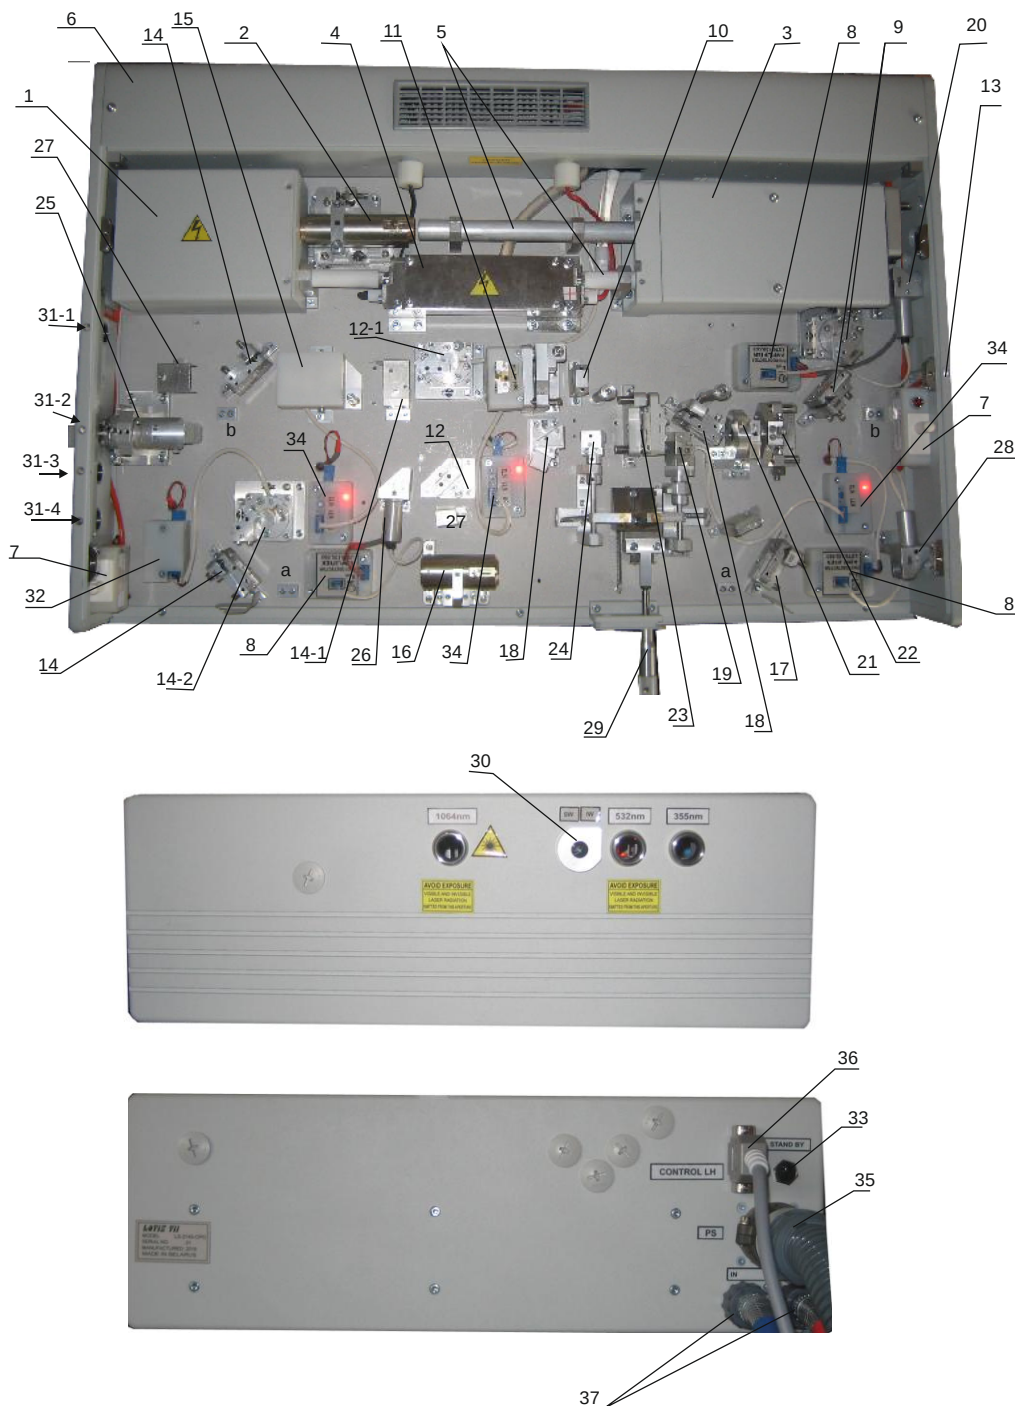
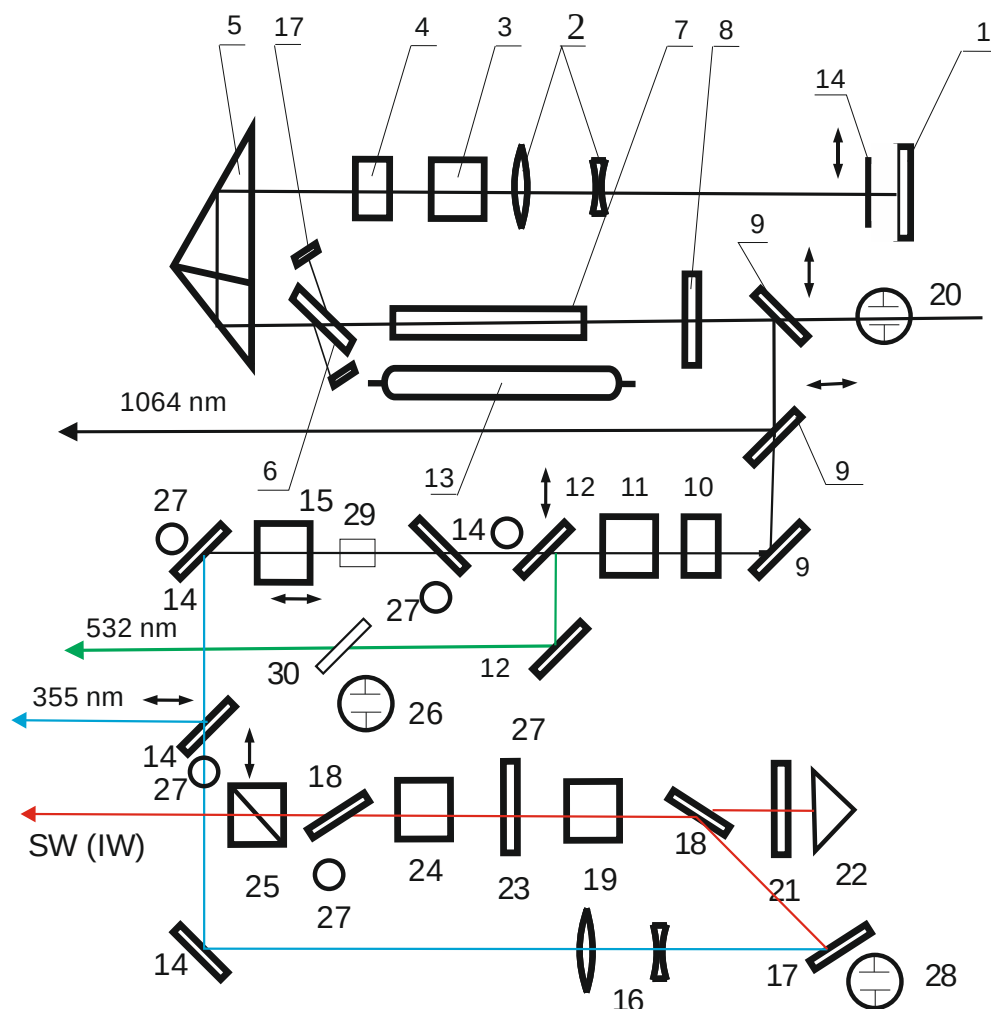

Рис.2. Лазерный излучатель:
Рис.3. Оптическая схема излучателя:
Излучатель важная часть лазера, в которой проходит преобразование электрической энергии накачки в световую энергию лазерного излучения. В лазере LS-2145-ОРО излучатель установлен в БИ - рис.2. вместе с модулем электроники, включающем поджиг импульсной лампы и управление ЭОЗ, а также ОРО преобразователем на кристалле ВВО. Такое конструктивное решение позволило отказаться от высоковольтных разъемов между БИ и БП, упростить лазер и повысить его безопасность и кроме того не требует дополнительной ориентации. АИГ:Nd³⁺ лазера и ОРО
4.2.1. Оптическая схема лазерного излучателя представлена на рис.3. Резонатор лазера - "сломанный" - образован триппель-призмой (5), "глухим" зеркалом (8) и выходным (1). Благодаря известному свойству триппель-призмы не менять направления отраженного света при отклонениях оси призмы от направления падающего излучения, делает данный резонатор, в отличие от линейного, практически нечувствительным к механическим деформациям. Модуляция добротности резонатора лазера производится ЭОЗ, состоящим из ЭО кристалла KD*P (3) и тонкопленочного поляризатора (6). Поляризатор устанавливается так, что угол падения генерируемого излучения составляет $\sim 54-58^\circ$, при этом поляризатор пропускает только "Р" поляризацию излучения. Оптическая ось ЭО кристалла направлена вдоль оси резонатора, а кристаллографические оси X и Z совпадают с направлениями "Р" и "S" поляризаций, определяемыми ориентацией поляризатора. Работа затвора происходит следующим образом: к кристаллу KD*P прикладывается постоянное напряжение ($U_{\lambda/4}$), обеспечивающее за счет ЭО эффекта в кристалле превращение линейно-поляризованного излучения, падающего на KD*P в циркулярно-поляризованное после прохождения кристалла. Отразившись от зеркала (1) и вторично пройдя через KD*P, излучение становится линейно-поляризованным с "S" поляризацией. "S" поляризация отражается от поляризатора и не возвращается в резонатор. Таким образом, потери в резонаторе велики и генерация отсутствует. В момент достижения в АЭ наибольшей инверсии на затвор подается импульсное напряжение равное по величине, но противоположное по полярности постоянному $U_{\lambda/4}$, при этом изменения поляризации излучения в затворе не происходит; добротность резонатора резко возрастает и лазер генерирует "гигантский" импульс. Вращатель (4) служит для компенсации поворота плоскости поляризации триппель-призмой (5). Внутррезонаторный телескоп (2) рис.3 выполняет две функции: 1) обеспечивает компенсацию тепловой линзы АЭ; 2) производит модовую селекцию, уменьшая тем самым расходимость лазерного излучения.
4.2.2. Фотоиндикаторы (20,26,28,рис.3.) позволяют осуществлять мониторинг энергии ОЧ (1064 нм), ВГ (532 нм) и ТГ (355 нм) в процессе эксплуатации лазера. Внутррезонаторная шторка (14) рис.3 служит для прерывания генерации без остановки работы лампы накачки. Излучение ОЧ выводится из излучателя автоматически с помощью поворотного зеркала (9-2) - рис.2.
4.2.3. Генерация ВГ. Преобразование излучения ОЧ в излучение ВГ осуществляется в кристалле КТР (11), вырезанном для преобразования по II типу скалярного (оео) синхронизма. Юстировка кристалла ВГ осуществляется микровинтом через отверстие SH в защитном кожухе БИ. Спектроделители (12, рис.3.) осуществляют разделение излучения ВГ
и ОЧ. Вращатель из оптически активного кварца (10) обеспечивает требуемую поляризацию ОЧ. Излучение ВГ выводится из излучателя автоматически с помощью поворотного зеркала (12-1) - рис.2.
4.3.2. Резонатор ОРО образован призмой БР180° (22) и выходным зеркалом (23). Излучение накачки проходит через телескоп Галилея (16) и вводится в резонатор с помощью поворотных зеркал (14,17,18). Призма БР180 установлена так, что ребро ее образует угол 45° с горизонтом, в результате чего производится переворот пятна излучения ОРО в горизонтальной и вертикальной плоскостях на 90°, что обеспечивает снижение расходимости ОРО до уровня ~1 мрад. Прошедшее спектроделитель (18) излучения SW с горизонтальной поляризацией поворачивается полуволновой ахроматической фазовой пластинкой (21) также на угол 45°, т. что прошедшее через пластину сигнальная волна становится поляризованной в плоскости падения на катетные грани призмы. Отраженное от призмы излучение вторично пройдя через фазовую пластинку опять становится горизонтально поляризованным. Т.к. пластинка является ахроматической для длин волн 400-800 нм, то она практически не влияет на параметры холостой волны. (711-2500 нм). Поэтому однорезонаторный резонатор с призмой производит уменьшение расходимости только для SW. Отражение накачки от выходного зеркала, кроме того, препятствует возникновению неколлинеарного параметрического преобразования. Телескоп (16) обеспечивает необходимую плотность и расходимость возбуждающего излучения (PW). Перестройка длины волны генерации ОРО производится наклоном кристалла ВВО в вертикальной плоскости с помощью микровинта (29) –рис.2. в соответствии с формулами (1,2)